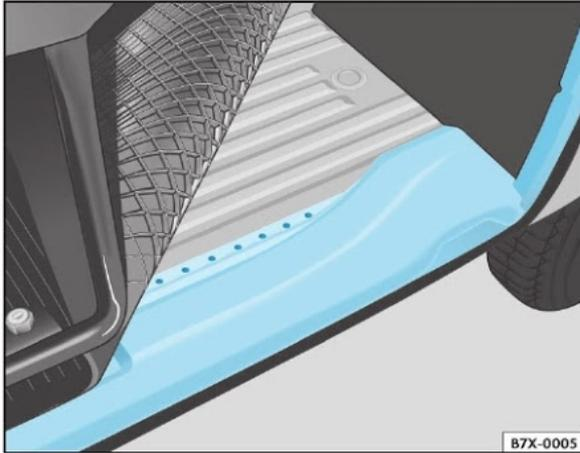

Fig. 53 Limite para arrumação de bagagens
- Certifique-se de que a região de fechamento da porta esteja livre ⇒ fig. 53. Os pontos existentes no assoalho indicam o limite para uma correta colocação da carga.